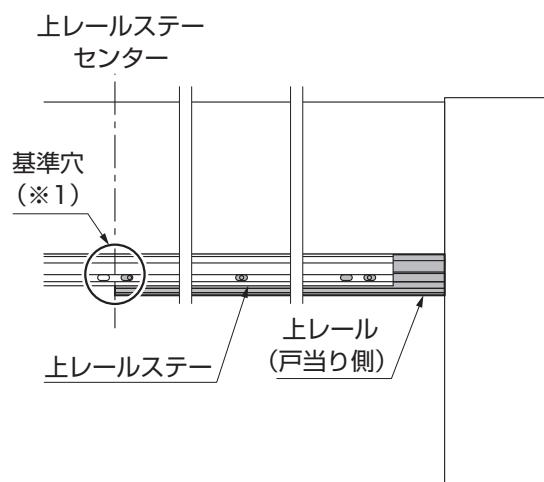

図6-5 道路側正面図
- 【1-3】は上レールがズれないように必ず基準穴（※1）から先に取付けてください。（図6-5参照）